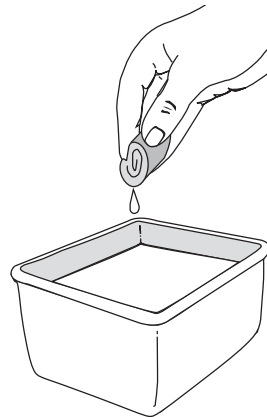

Figure 38
3. Lavez le filtre dans un mélange d'eau et de détergent (Fig. 38). Rincez le filtre abondamment. Essorez l'excédent d'eau. Laissez sécher complètement.